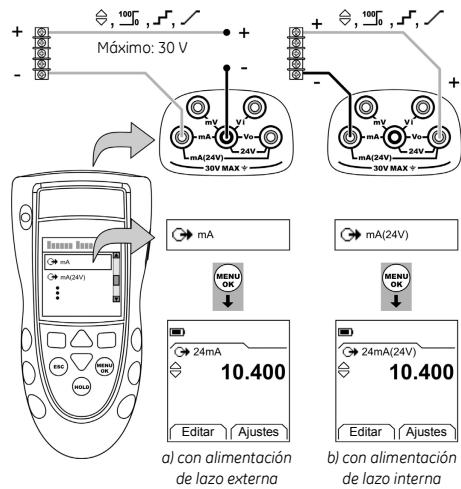

Figura 3: Ejemplo de configuración - Alimentación de mA
- Conecte el instrumento (Figura 3) y, si es necesario, ajuste las opciones de Configurar (Tabla 1).